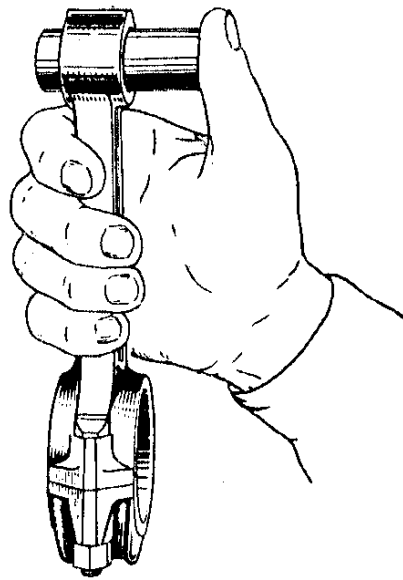

Рис.73. Подбор поршневого пальца к шатуну
- поршневой палец подобрать к шатуну, принадлежащему к той же или соседней группе в сторону увеличения зазора (табл.16). При температуре деталей $(20 \pm 3)^\circ\text{C}$ слегка смазанный палец должен плотно входить в отверстие поршневой головки шатуна под действием большого пальца руки и перемещаться без заеданий (рис.73), а так же не выпадать из отверстия шатуна под действием собственного веса в течение не менее 2 с.